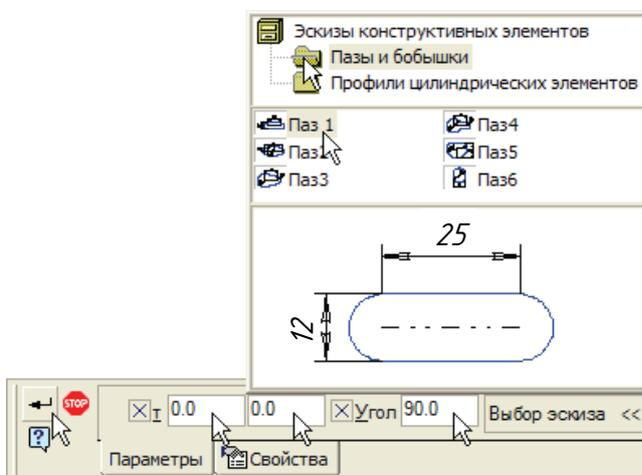

Рис. 7.13
- В списке элементов папки укажите **Паз 1** (рис. 7.13). В окне предварительного просмотра будет показан его контур.
- Нажмите кнопку  **Создать объект** (рис. 7.13). В **Дереве модели** появится новый элемент **Эскиз:2**.